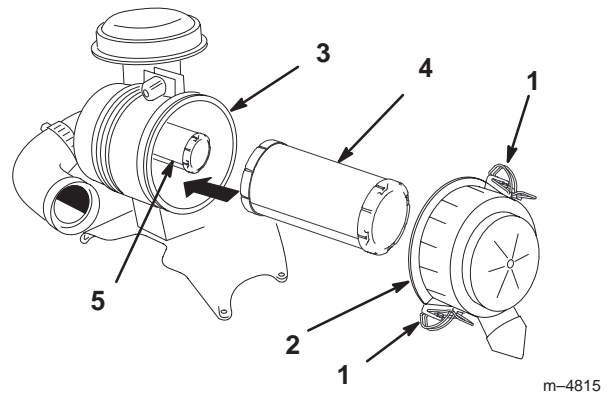

Figure 28
3. Ouvrez les fixations du filtre et ôtez le couvercle du corps du filtre (Fig. 28).
5. Sortez le filtre principal du corps du filtre avec précaution (Fig. 28). Évitez de cogner le filtre à l'intérieur du corps.
2. Si vous remplacez l'élément de sécurité, insérez-le avec précaution dans le corps du filtre (Fig. 28).
3. Installez ensuite l'élément primaire sur l'élément de sécurité avec les mêmes précautions (Fig. 28). Assurez-vous qu'il est bien engagé en appuyant sur le rebord extérieur de l'élément quand vous l'installez.
4. Reposez le couvercle, le côté portant l'inscription **UP** étant tourné vers le haut, et verrouillez les fixations (Fig. 28).